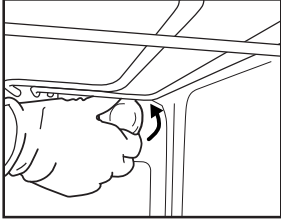
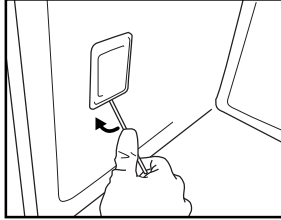

Fig. 6
Fig. 7
2. Skruva loss lampglaset (fig. 6), byt ut glödlampan (se notering för typ av lampa) och skruva tillbaka lampglaset (fig. 7).
3. Använd en skruvmejsel för att bända lampskyddet utåt tills du kan ta loss det (fig. 7).